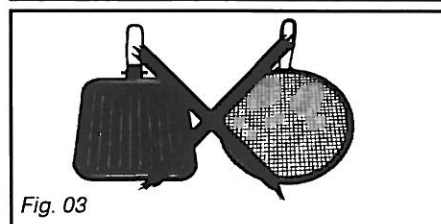

Fig. 03
- Não utilize recipientes que cubram parcialmente os botões (Fig. 03).